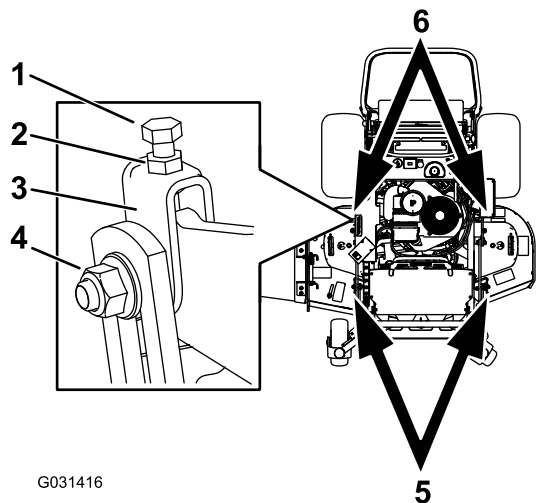

図 90
- 調整したいデッキのヨークのジャムナットとサイドナットをゆるめる 図 90。
- ヨーク上部にあるボルトを回して刈り込みデッキの高さを調整する 図 90。
- 測定値が適正でない場合には、調整すべきヨーク2つを探し出す 図 90。